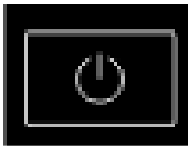

Abb. 5: Motor An-Aus
- Bedienfeld (☞ Abb. 5) für ca. 5 Sek. gedrückt halten, das Symbol "Wash Filter" erlischt.